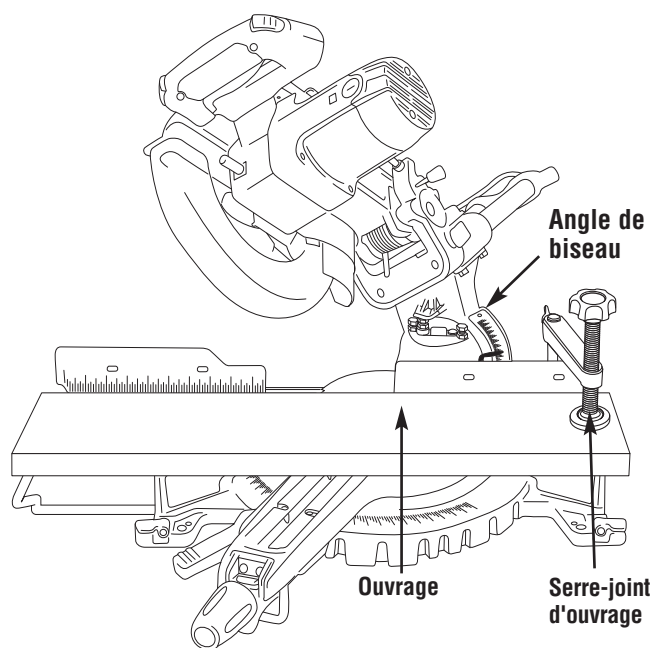

Figure 30. Coupe composée
1. Faites sortir le guide à glissière et les appuis pour l'ouvrage lorsque vous effectuez des coupes d'onglet composées vers la gauche. (voir Rallonge de base/guide à glissière à la page 94-95). Sélectionnez les angles désirés d'onglet et de biseau (Figure 30). (Voir Coupe à l'onglet et Coupe en biseau à la page 97.)